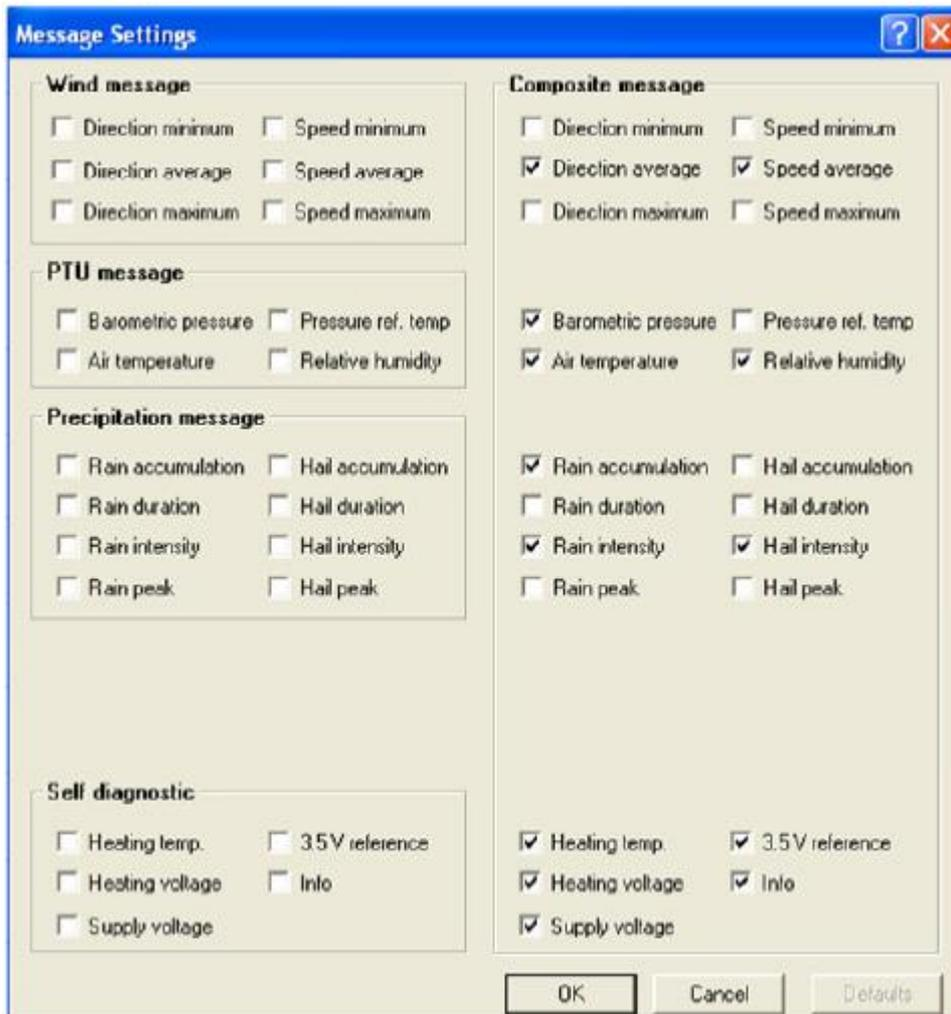

Рис. 9 Настройки WXT520 (Composite message)
- требуемые параметры, передаваемые метеостанцией выбрать в разделе «Composite message» (см Рис. 9). Последовательность записи параметров в памяти контроллера «Синком-Д» (начиная с указанного в настройке первого адреса) соответствует следующему порядку чтения таблицы «Composite message»: слева-направо, сверху-вниз;